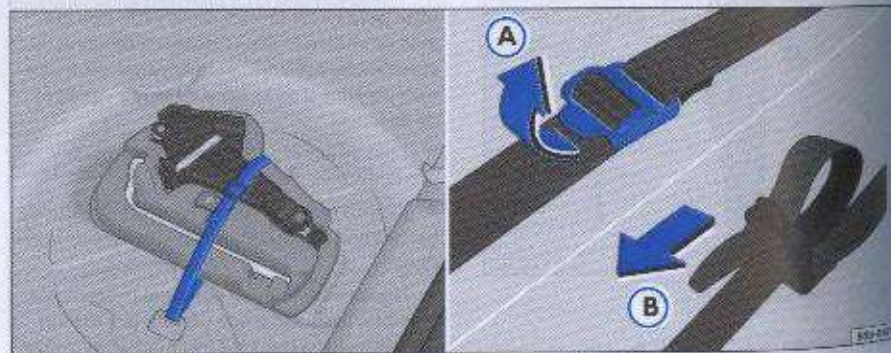

Fig. 125 Cinta de fijación de la caja de herramientas de bordo
- Tire de la hebilla en el sentido de la flecha ⇒ página 194, fig. 125 A para soltar la cinta de fijación.
- Pase la cinta por la hebilla en el sentido de la flecha ⇒ página 194, fig. 125 B y títela firmemente para fijar la caja de herramientas.